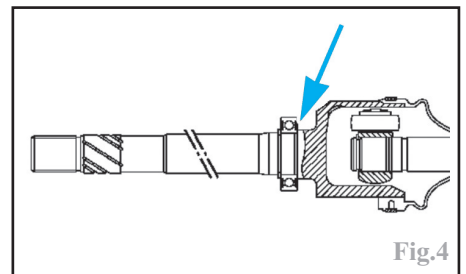

Fig.4
-effectuer la mise en place du roulement jusqu'en butée à l'aide d'un tube, en prenant appui sur la bague intérieure du roulement (Fig.4).